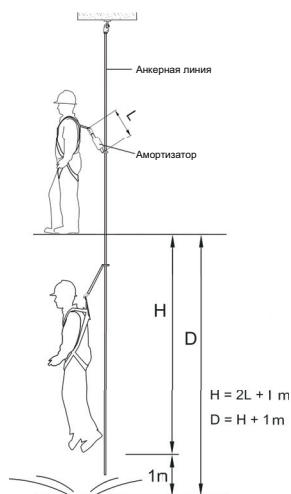

Fig. 1 Высота замедления и запас высоты при предотвращении падения
- Требования к максимальной высоте замедления H и к минимальному запасу высоты при предотвращении падения D см. на рис. 1 (L — длина амортизатора).